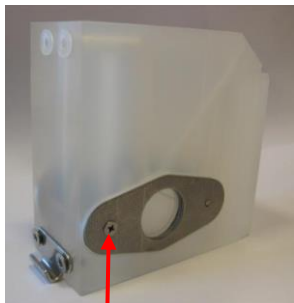

Figura 33
4. Desbloqueie o fecho de aperto (ver figura 33), incline a câmara de medição para cima e retire-a.
5. Desaperte os dois suportes da janela de visualização (ver Figura 33).
11. Fixe os painéis de visualização com os suportes dos painéis de visualização (ver Figura 33).